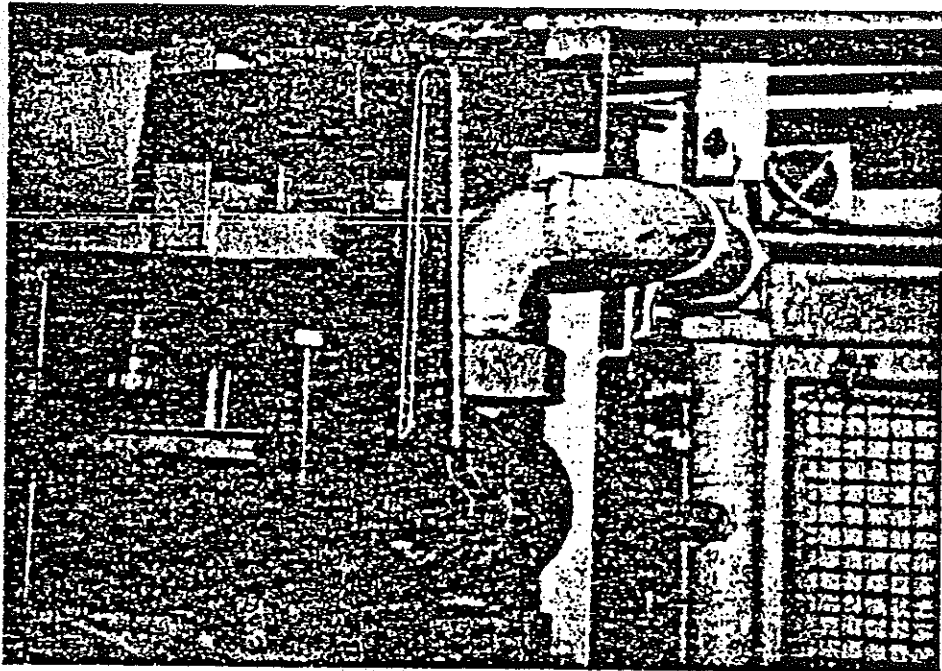

Figura 14. Llave de vacío de la AV2
- (2) Cerrar la llave de vacío (Figura 14) de la válvula AV-2, (NN).
- (3) Acoplar la locomotora moeriz.
- (4) Acoplar la tubería de los depósitos principales de aire (TDP) y la tubería general de freno de vacío. (TGFV).
- 1) Cerrar la llave de vacío (Figura 14) de la válvula AV-2 e (BN).